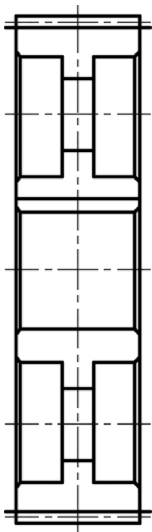

图 13-72 改为粗实线
② 选择刚创建的两条偏移中心线，在“图层”面板的“图层”下拉列表框中选择“01 层-粗实线”层，从而将所选的这两条图线改为粗实线，如图 13-72 所示。